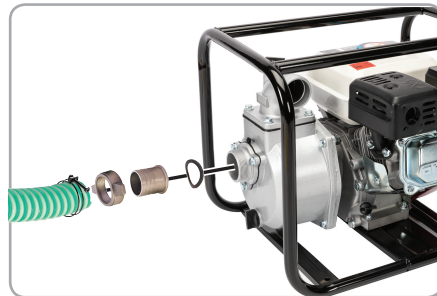

Fig.4
- pentru conectarea motopompei trebuie să folosiți furtune de aspirație/refulare cu armatură neexpansibilă fixate cu colierele (se achiziționează separat) (fig.4);